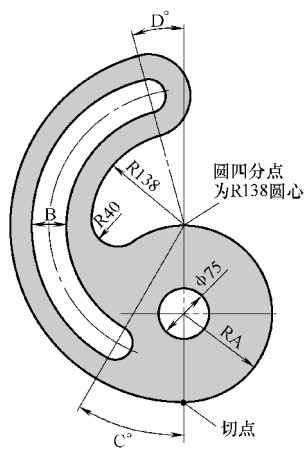

图 A-2 练习题 2
2. 参照图 A-2 绘制图形，注意图中圆弧的相切、同心等几何关系。请问图形中深色区域的面积是多少？